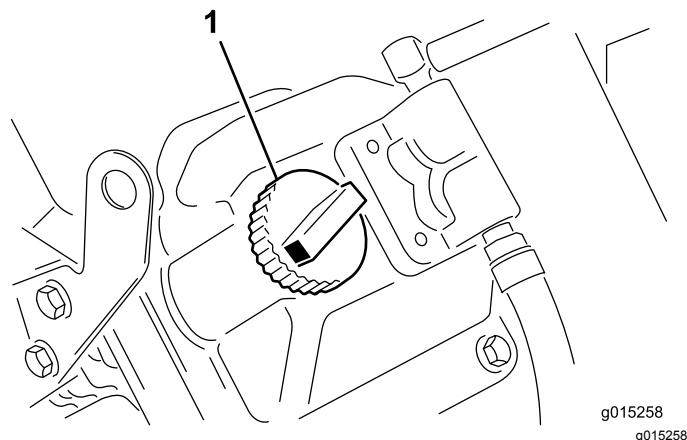

図 9
5. オイルの量が FULL 位置より下の場合は、補給口のキャップを取り、FULL 位置まで補給する図 9。